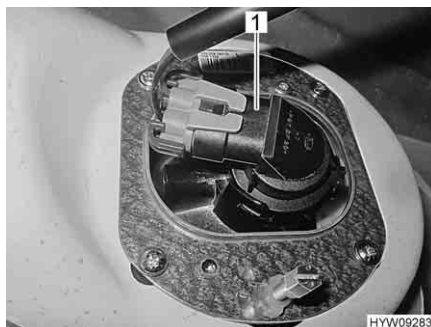

Fig. 199 Luce con regolazione in curva/luce fendinebbia (vista da dietro)
- Afferrare la parte posteriore dei fari combinati per luce con regolazione in curva/luce fendinebbia, ruotare il supporto (Fig. 199,1) con la lampada ad incandescenza in senso antiorario ed estrarre dall'alloggiamento dei fari.
- Inserire il supporto (Fig. 199,1) con la lampada ad incandescenza da dietro nell'alloggiamento dei fari e ruotare in senso orario. Il supporto scatta in posizione.